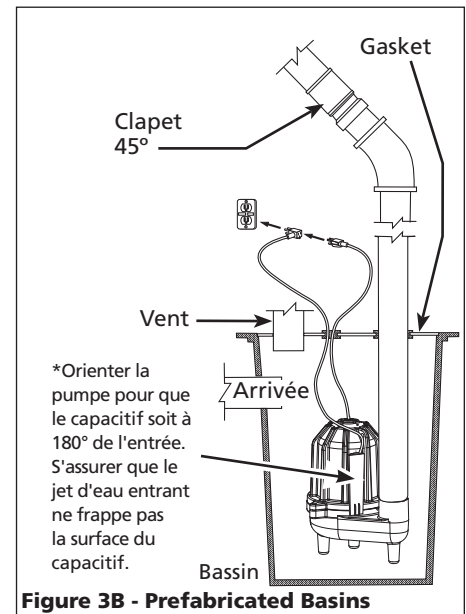

Figure 3B - Prefabricated Basins
7. Les modèles BCAPSE50 sont fournis avec un capteur d'eau capacitif. Orienter la pompe dans le bassin pour que le capteur d'eau soit à 180° de l'entrée. S'assurer que le jet d'eau entrant ne frappe pas la surface du capacitif (voir la figure 3B).